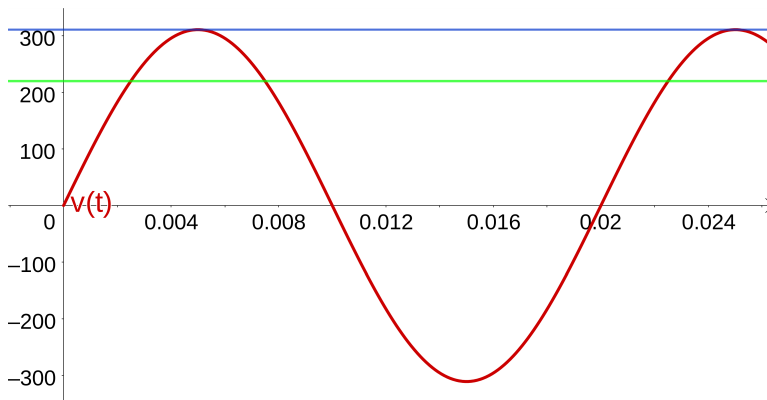

Figura 4.6: Corriente alterna en Argentina. En color azul, la tensión de pico y en color verde, la tensión eficaz
**Ejemplo 4.2.** En la figura 4.6 se puede apreciar una onda senoidal que representa la tensión utilizada en Argentina.